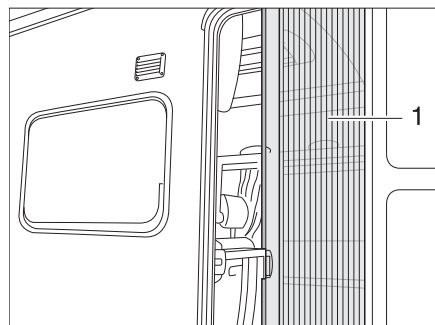

Fig. 27 Protezione contro gli insetti
- Estrarre completamente la protezione contro gli insetti mediante la maniglia (Fig. 27,1).
- Far rientrare la protezione contro gli insetti mediante la maniglia (Fig. 27,1).